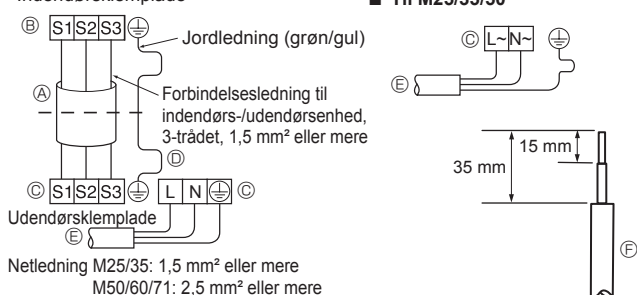
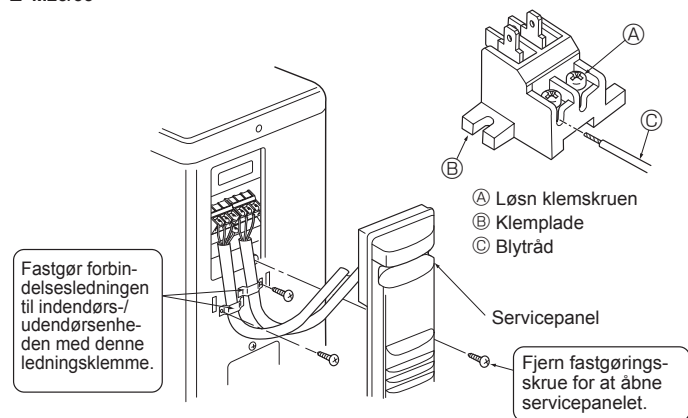
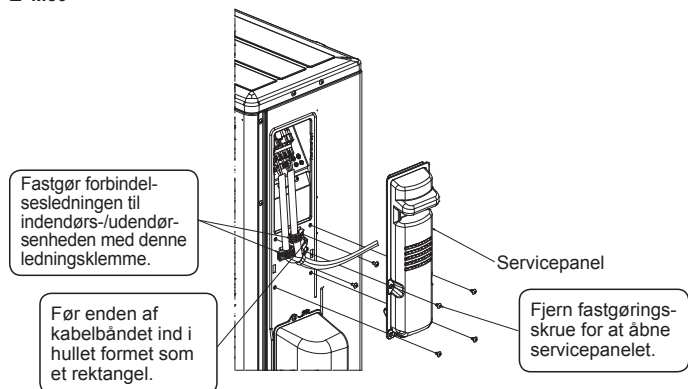

Fig. 6-2
Fig. 6-3
Fig. 6-4
6.1. Udendørsenhed (Fig. 6-1, Fig. 6-2, Fig. 6-3, Fig. 6-4)
- ① Fjern servicepanelet.
- ② Træk kablerne som vist i Fig. 6-1, Fig. 6-2, Fig. 6-3 og Fig. 6-4.
- Ledningerne trækkes som vist nederst til venstre i diagrammet. (Kabel fremskaffes lokalt) (Fig. 6-2)
- (A) Forbindelseskabel
- (B) Indendørs klemplade
- (C) Udendørs klemplade
- (D) Installer altid et jordkabel, der er længere end andre kabler.
- (E) Netledning
- (F) Blytråd